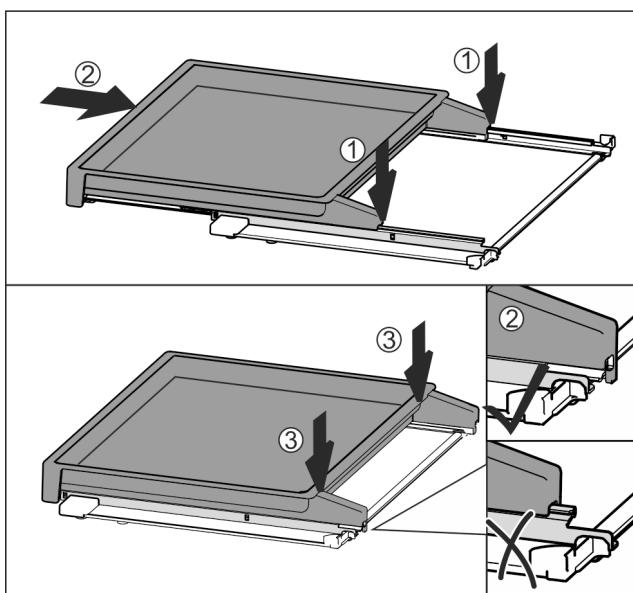

Fig. 113
- Nasadte vyťahovacieho poličku centricky na koľajničky Fig. 113 (1).
- Úplne zasuňte vyťahovacieho poličku Fig. 113 (2).
- Tlačte na zadnú stranu, kým počutelne nezapadne Fig. 113 (3).